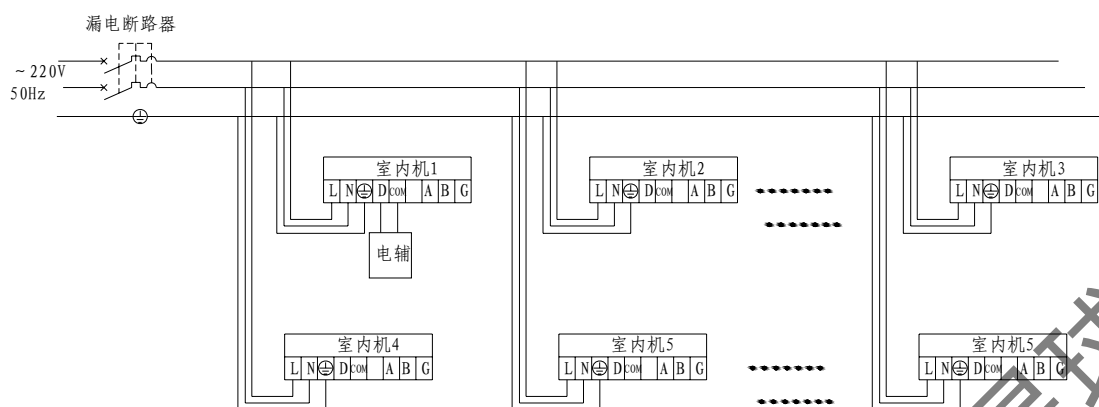

图 73：内机电源线安装示意图
- A. 同一模块系统的所有室内机必须共用一组电源(可同时上电、断电)。如图 73 所示;